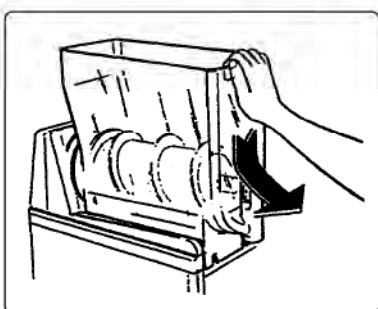

Fig. 11
- b) Tirare la vasca verso l'esterno, come raffigurato, per poterla togliere totalmente dalla propria sede (v. fig. 11). Lavare accuratamente la vasca evitando l'uso di detersivi o polveri abrasive che possono danneggiare le finiture.